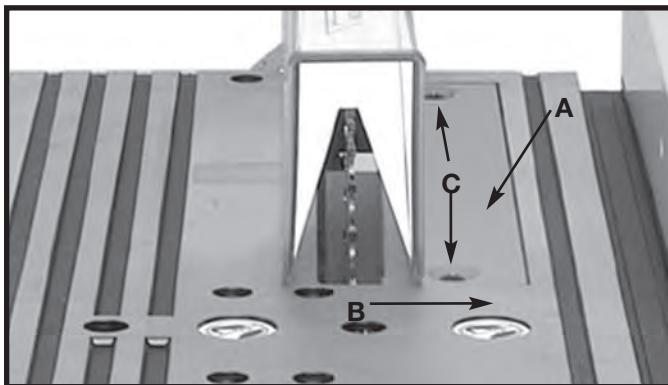

Fig. 33A
- Revise que el inserto para mesa (A), Fig. 33A, esté a ras, o apenas debajo, de la superficie de la mesa (B) en el borde delantero del inserto y a ras, o apenas por encima, de la superficie de la mesa en el borde trasero del inserto.
- Si el inserto para mesa está por encima de la superficie de la mesa, ajuste los dos tornillos del inserto (C), Fig. 33A, para hacerlo descender.